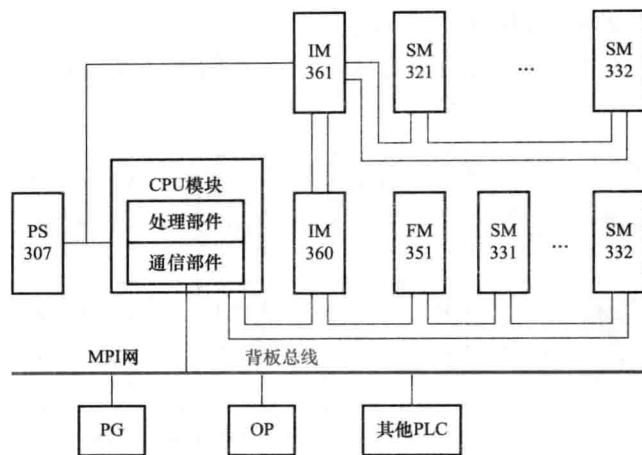

图 1-6 S7-300 PLC 硬件构成框图
S7-300 系列 PLC 是模块化结构设计, 各种单独模块之间可进行广泛组合和扩展。如图 1-6 所示, 它的主要组成部分有导轨 (RACK)、电源模块 (PS)、中央处理单元模块 (CPU)、接口模块 (IM)、信号模块 (SM)、功能模块 (FM) 等。它通过 MPI 网的接口直接与编程器 PG、操作员面板 OP 和其他 S7 系列 PLC 相连。